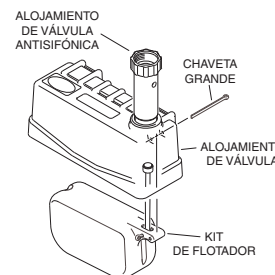

Figura 3
4. Ubique el conjunto de flotador dentro del alojamiento de la válvula y haga pasar la chaveta grande de 2-1/4" por el alojamiento y el conjunto de flotador (ver la figura 3). Abra ligeramente los extremos de la chaveta grande separándolos con los alicates. Si está correctamente instalado, el conjunto de flotador debe girar libremente en la chaveta dentro del alojamiento de la válvula.